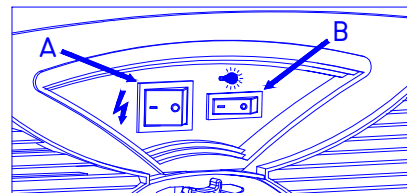

Fig. 4
2.3 Commandes Générales (Fig. 4)